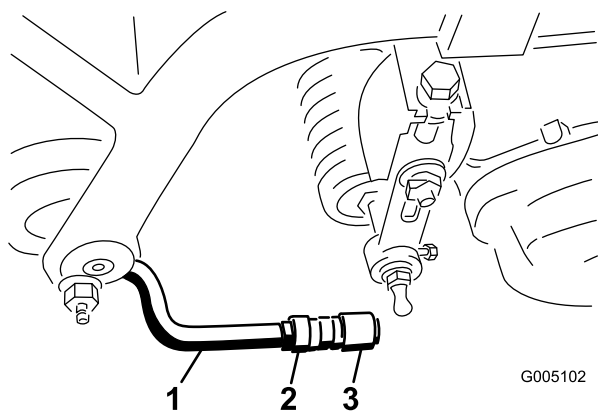

Figure 13
- Alignez les boîtes des rotules de sorte que le côté ouvert soit centré vers la sphère. Serrez les contre-écrous pour fixer les boîtes de rotules en position (Figure 13).